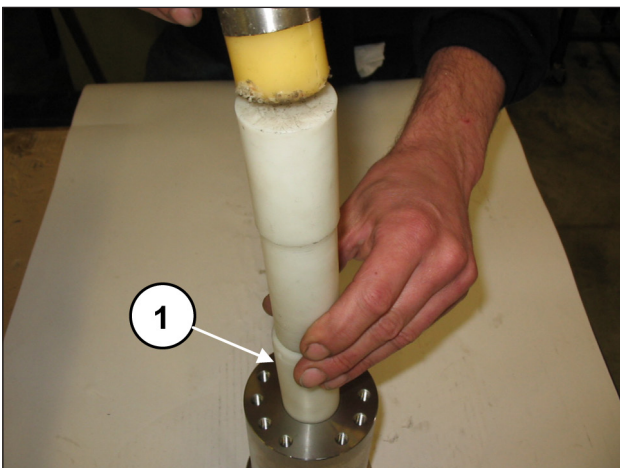
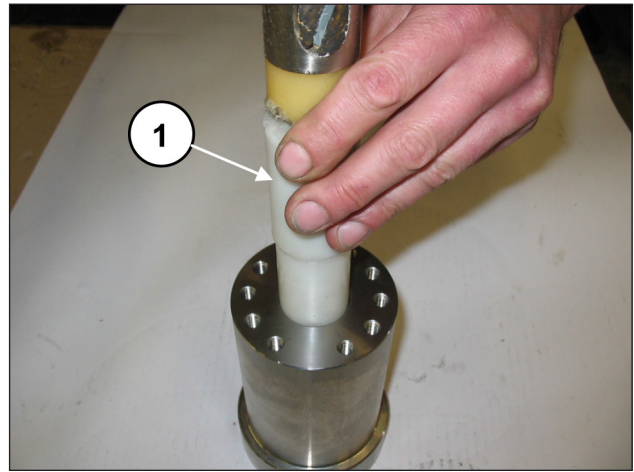

Abb. 130
Abb. 131
Verwenden Sie für die korrekte axiale Ausrichtung das entsprechende Werkzeug (Art. 27911200 für SK20, Art. 27911400 für SK22, Art. 27911500 für SK24, Art. 27911600 für SK26, Art. 27911700 für SK28 und Art. 27911800 für SK30) (Pos. ①, Abb. 130 und Abb. 131).